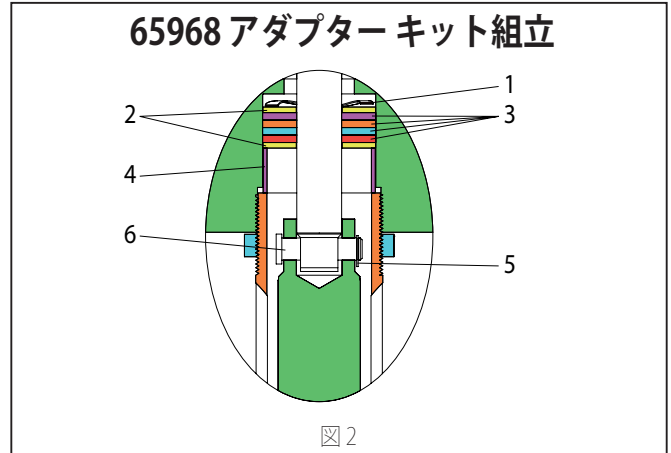

図 2
- (90571) ロック ナットを緩めるし、空気モーターから全体のポンプを外します。これは (6) コネクタのピンを公開 (図 2)。
- (5) 保持リングと空気モーター ピストン棒から低いポンプピストン棒を解放する (6) のコネクタのピンを削除します。
- 削除 (4) スペーサー、ワッシャー (2)、4 (3) のパッキン、(2) 洗濯機および空気モーター キャビティからの (1) 波形ばね座金 (図 2)